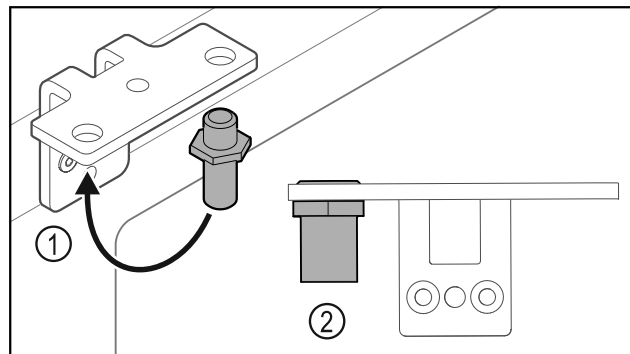

Fig. 27
- ▶ Перемістити палець Fig. 27 (1) у шарнірному кутику.
- ▶ Затягнути палець Fig. 27 (2) з **обертальним моментом 12 Нм.**